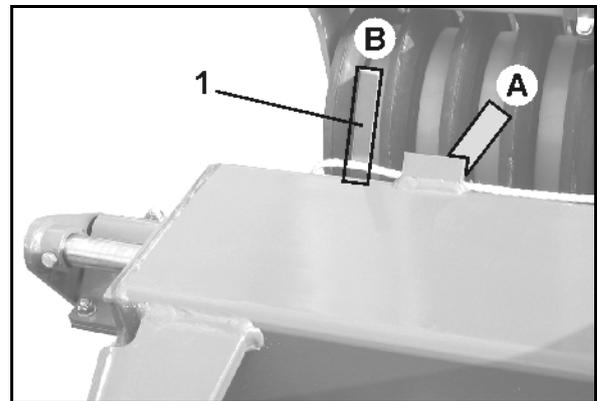

Fig. 28
- Fig. 28 - côté droit de la machine, pos. B.